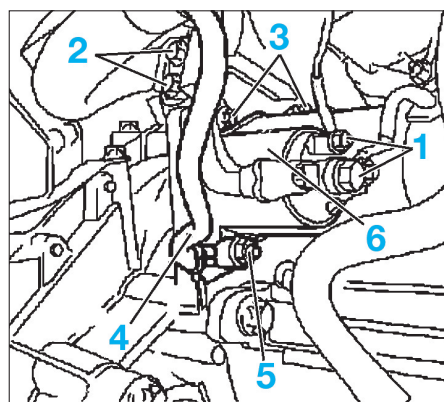

FIG. 11
- Débrancher les deux fils (1) du démarreur (fig.11).
- Déposer les deux écrous de fixation (2) du support de canalisation de refroidissement.
- Déposer les deux vis de fixation (3) du démarreur.
- Débrancher le câble de masse (4).
- Déposer la vis de fixation inférieure (5) du démarreur (6).
- Déposer le démarreur (6).